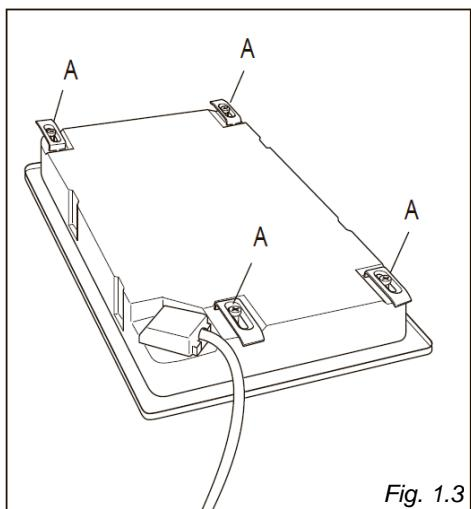

Fig. 1.3
Chaque plaque de cuisson est fournie avec un kit d'installation comprenant des supports et des vis pour fixer le dessus aux panneaux de fixation de 30 à 40 mm d'épaisseur, fig. 1.3, 1.4.
- Retournez la plaque de cuisson et mettez les pattes « A » (fig. 1.3) dans les fixations, ne serrez les vis « B » que de quelques tours.